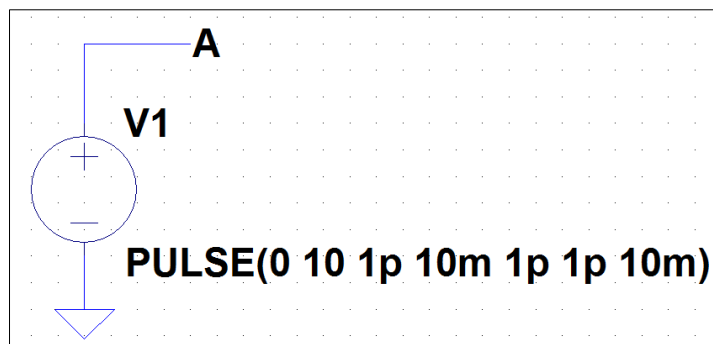
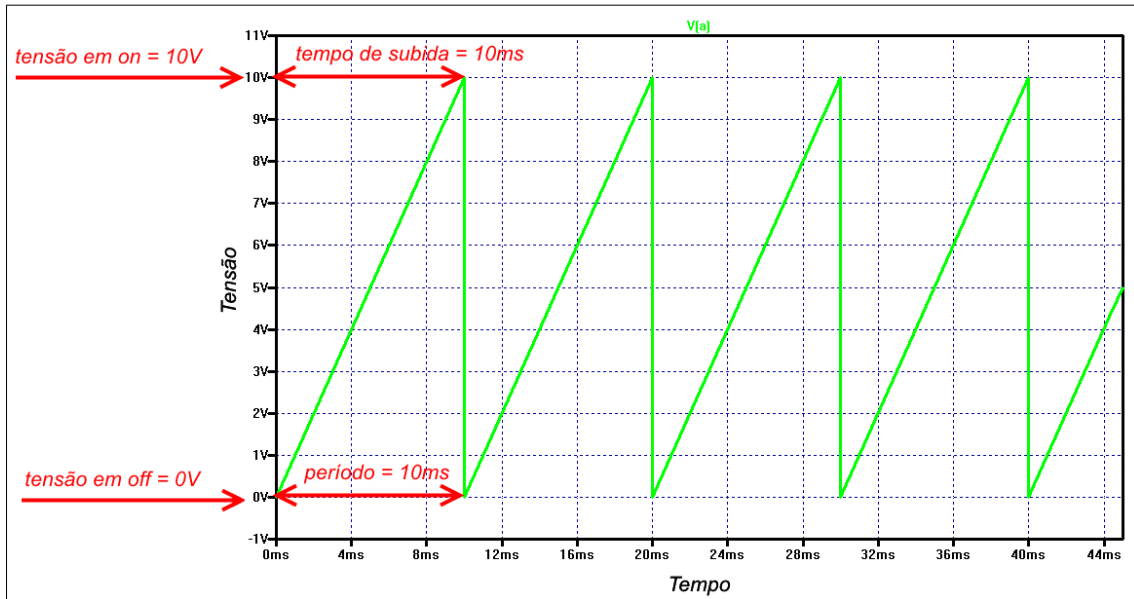

Figura 25 - Fonte de tensão configurada conforme exemplo 5
Figura 26 - Sinal da fonte do exemplo 5 medido no simulador
****Exemplo 5:** a Figura 25 mostra uma fonte de tensão configurada com sinal de rampa ascendente de **tensão 10V em on, 0V em off, tempo de atraso 1ps, tempo de subida 10ms, tempo de descida 1ps, tempo ligado 1ps e período de 10ms**. Já a Figura 26 ilustra esse sinal medido pelo simulador.